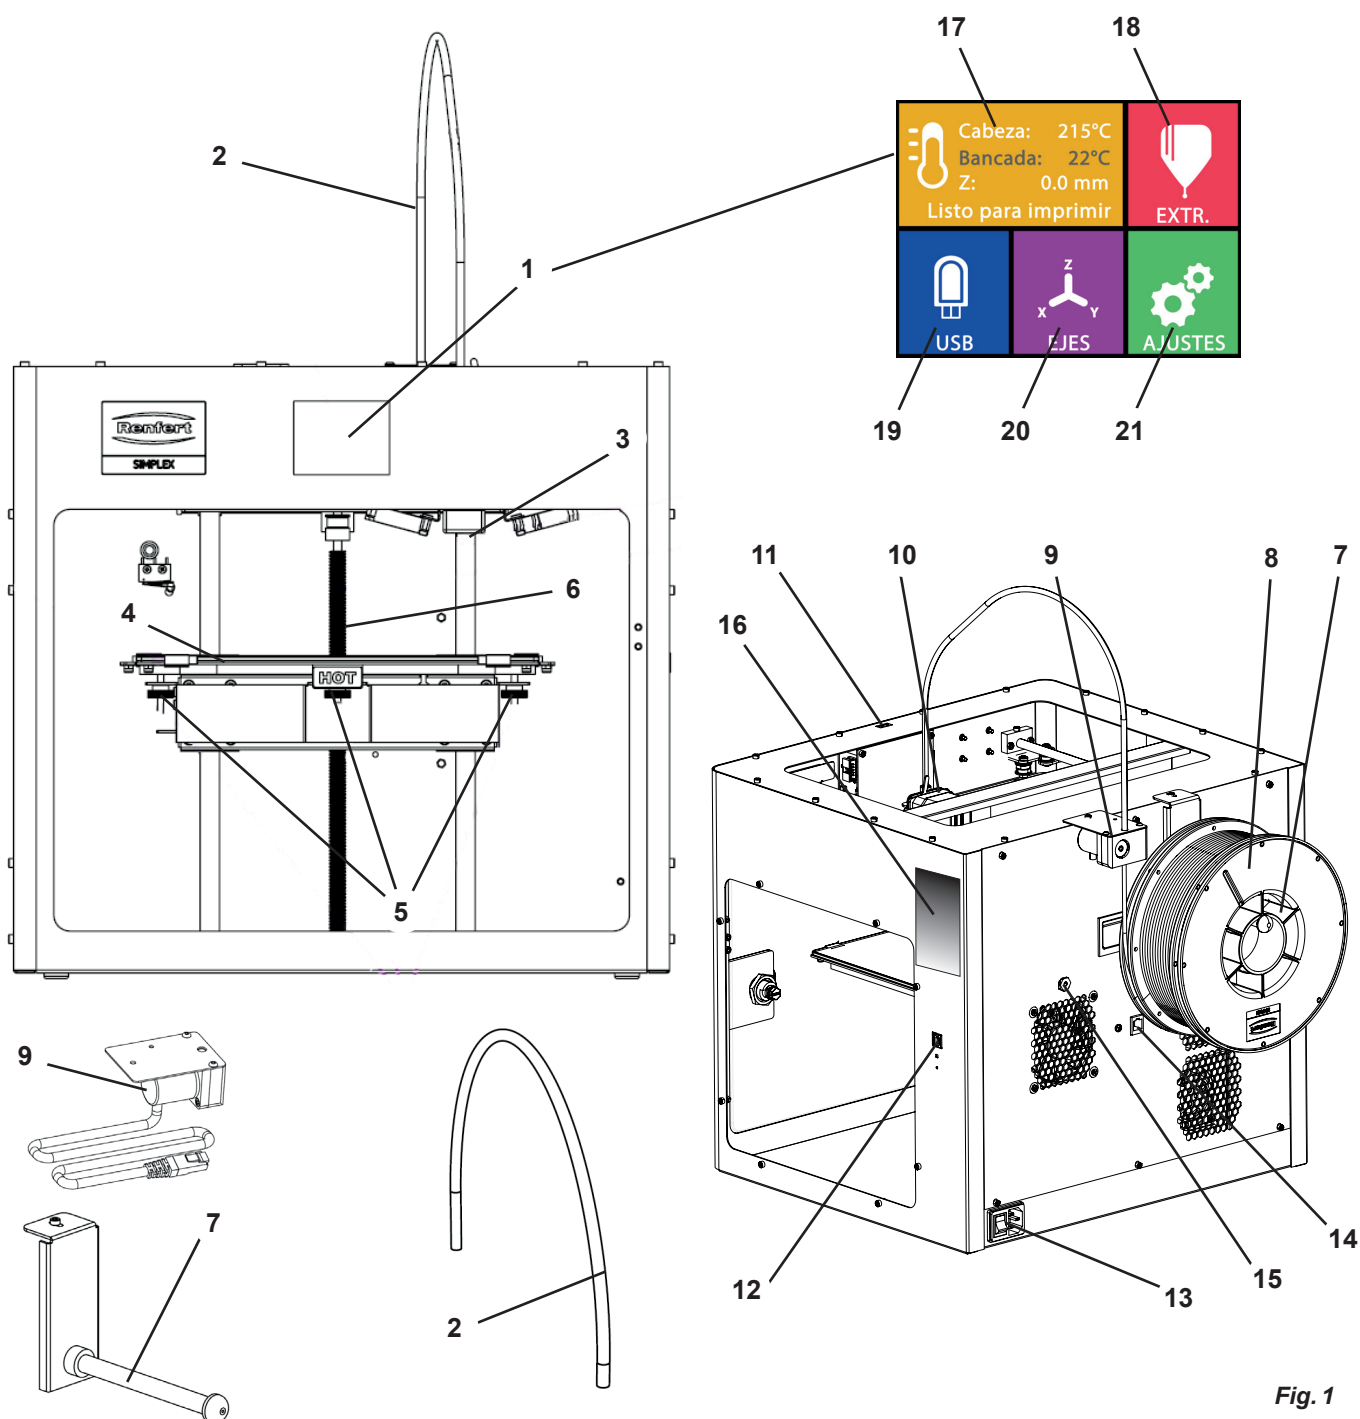

Fig. 1
- ⇒ Encienda el aparato con el interruptor de encendido/apagado (13, fig. 1) situado en la parte posterior del mismo.